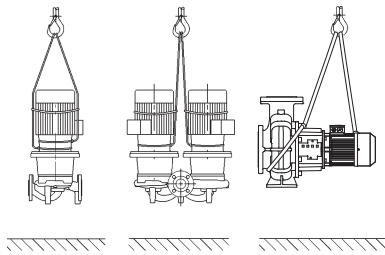

Fig. 6: Transport črpalke
- Transportna ušesca na motorju pri tem služijo le kot vodilo pri pritrjevanju bremena (Fig. 6).